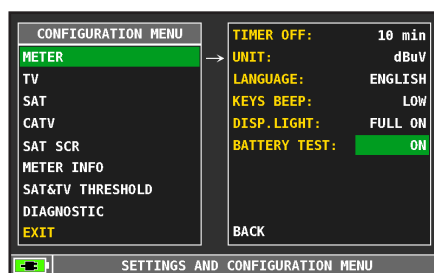

FIG. 2*
- Wybierz opcję „meter” i naciśnij „ENTER” aby potwierdzić (fig. 2);
- Wybierz „battery test” a następnie „on” (fig. 2);